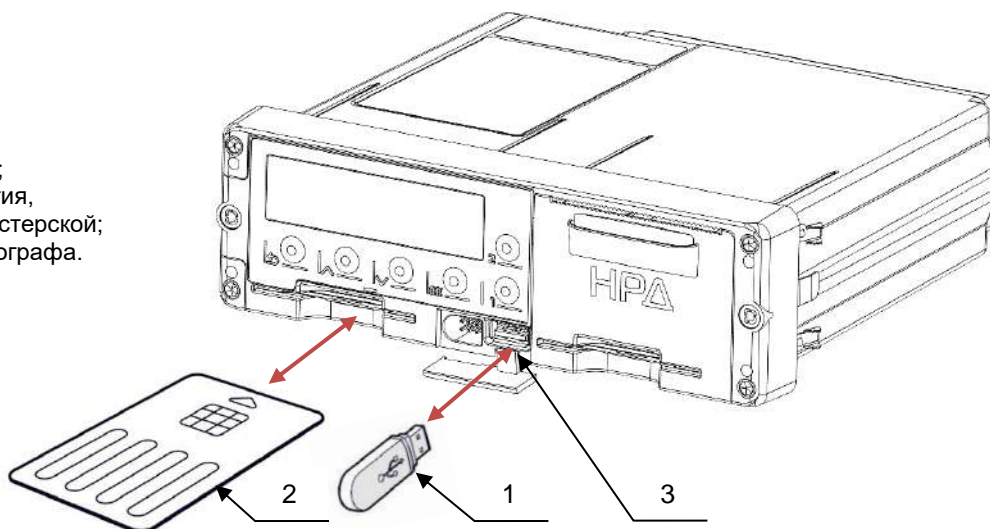

Рисунок 28. Выгрузка данных
- с помощью USB накопителя. Подключение USB накопителя к тахографу производится через USB разъем (см. Рисунок 28. Выгрузка данных). Для выгрузки «Архива карты» необходима сама карта водителя. Для выгрузки «Архив тахографа» должна быть установлена карта предприятия, контролера или мастерской, и введен ее PIN-код. Расшифровка информации, скопированной с тахографа, производится с помощью специализированного ПО. ПО доступно на сайте производителя <https://nrdrive.ru/> в разделе «Поддержка» → «Документация и ПО» → «Программное обеспечение» → «Общие».